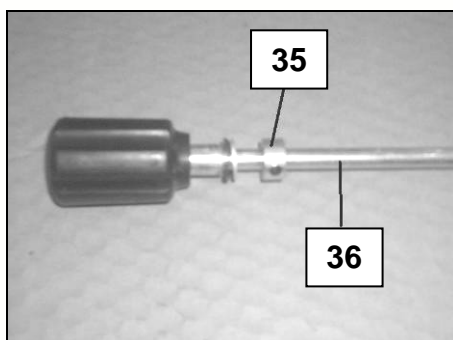

Fig 28
- Otez la bague de maintien (35) de la tige de réglage de profondeur (36) avec la clé 6 pans de 3mm (Fig 28).